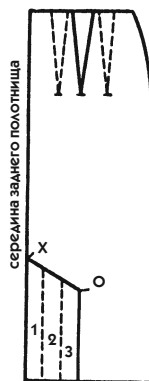

Рис. 262
1. На лекале заднего полотнища юбки с основной вытачкой или двумя (по выбору) начертите наклонную линию подреза, а затем проведите вертикальные линии книзу, разделив ту часть, которая пойдет в сборку (рис. 262, полосы 1, 2, 3).
3. Для *неравномерных воланов* надо применить базовую технику (см. пояснения к рис. 262—266).